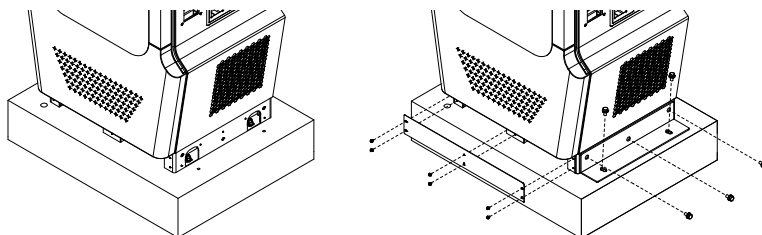

Figure 17. Installation des supports en L
6) Méthode de fixation 2 : Percer quatre trous pour boulon à expansion M 12 pour utiliser les 2 supports en L fournis dans le paquet d'accessoires. Voir la figure 17.
1) Fixer les supports en L à l'aide de 4 boulons à expansion M12. Voir la figure 17.